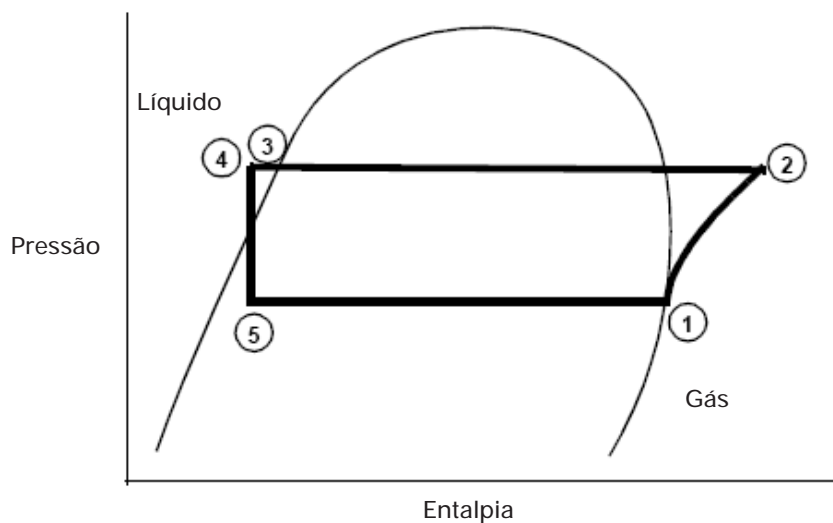
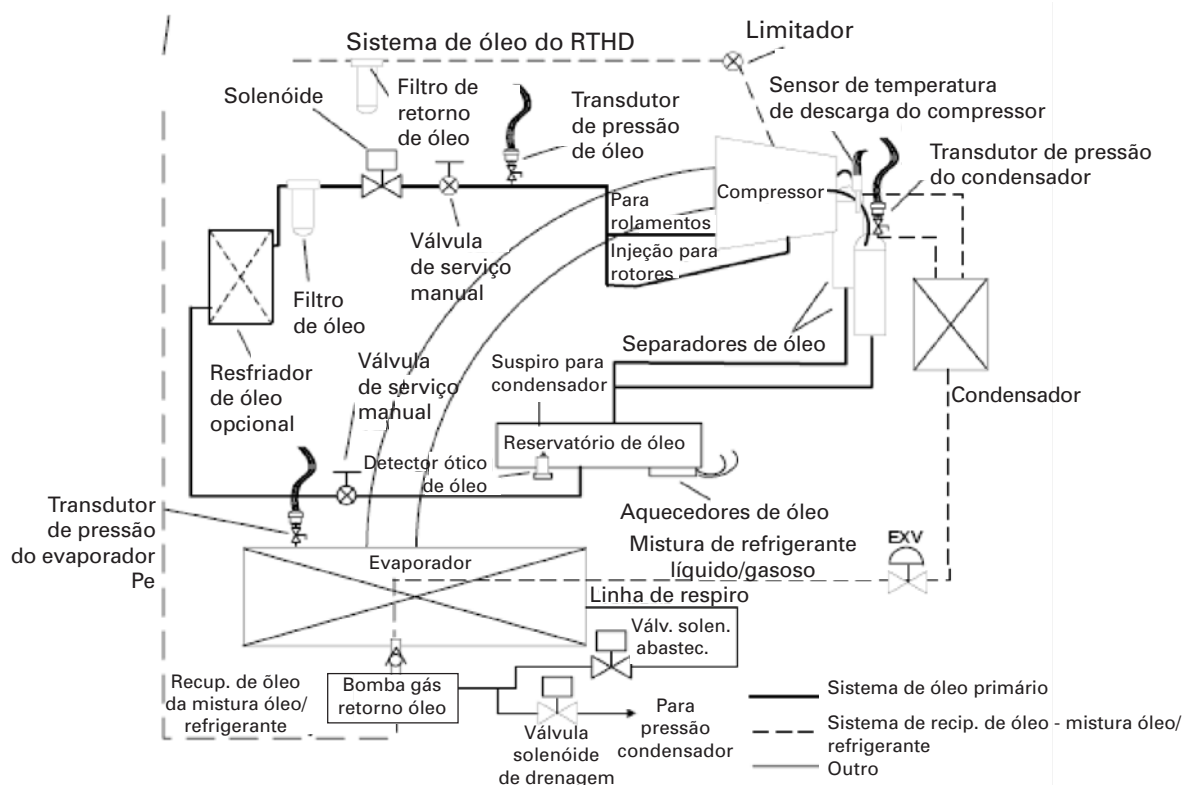

Figura 25 Curva Pressão/Entalpia
Figura 28 Diagrama do fluxo de óleo
O ciclo de refrigeração para o resfriador RTHD pode ser descrito utilizando-se o diagrama de pressão-entalpia mostrado na Figura 25. Os pontos de estados-chave são indicados na figura e são mencionados na discussão a seguir. Um esquema do sistema mostrando o circuito do fluxo do lubrificante é mostrado na Figura 28.
O óleo fluindo através do circuito de lubrificação flui do reservatório de óleo para o compressor (veja a Figura 28). Assim que o óleo deixa o reservatório, ele passa através de uma válvula de serviço, um resfriador de óleo (se utilizado), filtro de óleo, válvula solenóide mestra e de uma outra válvula de serviço. O fluxo de óleo se divide, então, em dois caminhos distintos, cada um realizando uma função separada: (1) lubrificação e resfriamento dos rolamentos e (2) injeção de óleo no compressor.